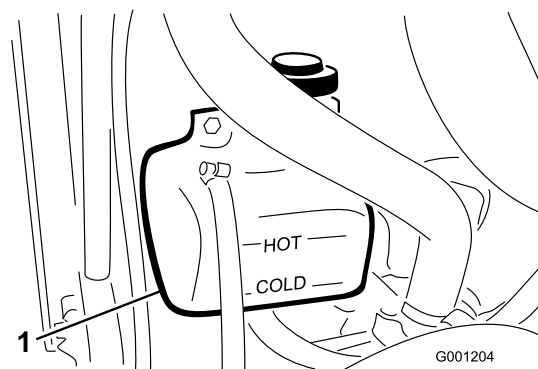

Figura 23
- Verifique o nível de líquido de arrefecimento do depósito secundário (Figura 23). Este deve situar-se entre as marcas existentes no exterior do depósito.